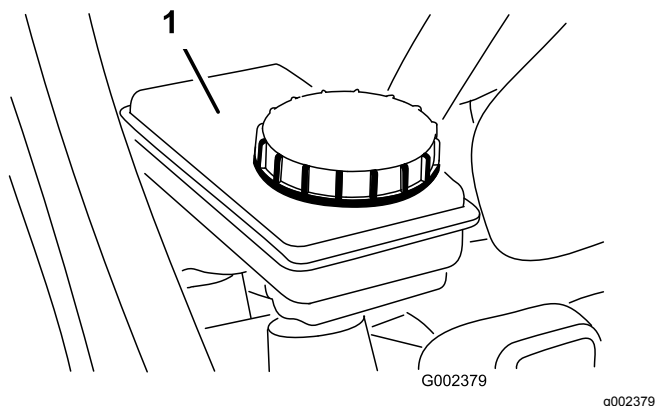

Рисунок 25
2. Убедитесь в том, что уровень жидкости доходит до линии «Полный» (Full) на бачке (Рисунок 25).
3. Если уровень жидкости низок, очистите область вокруг крышки, снимите крышку бачка и заполните бачок до надлежащего уровня (Рисунок 25).